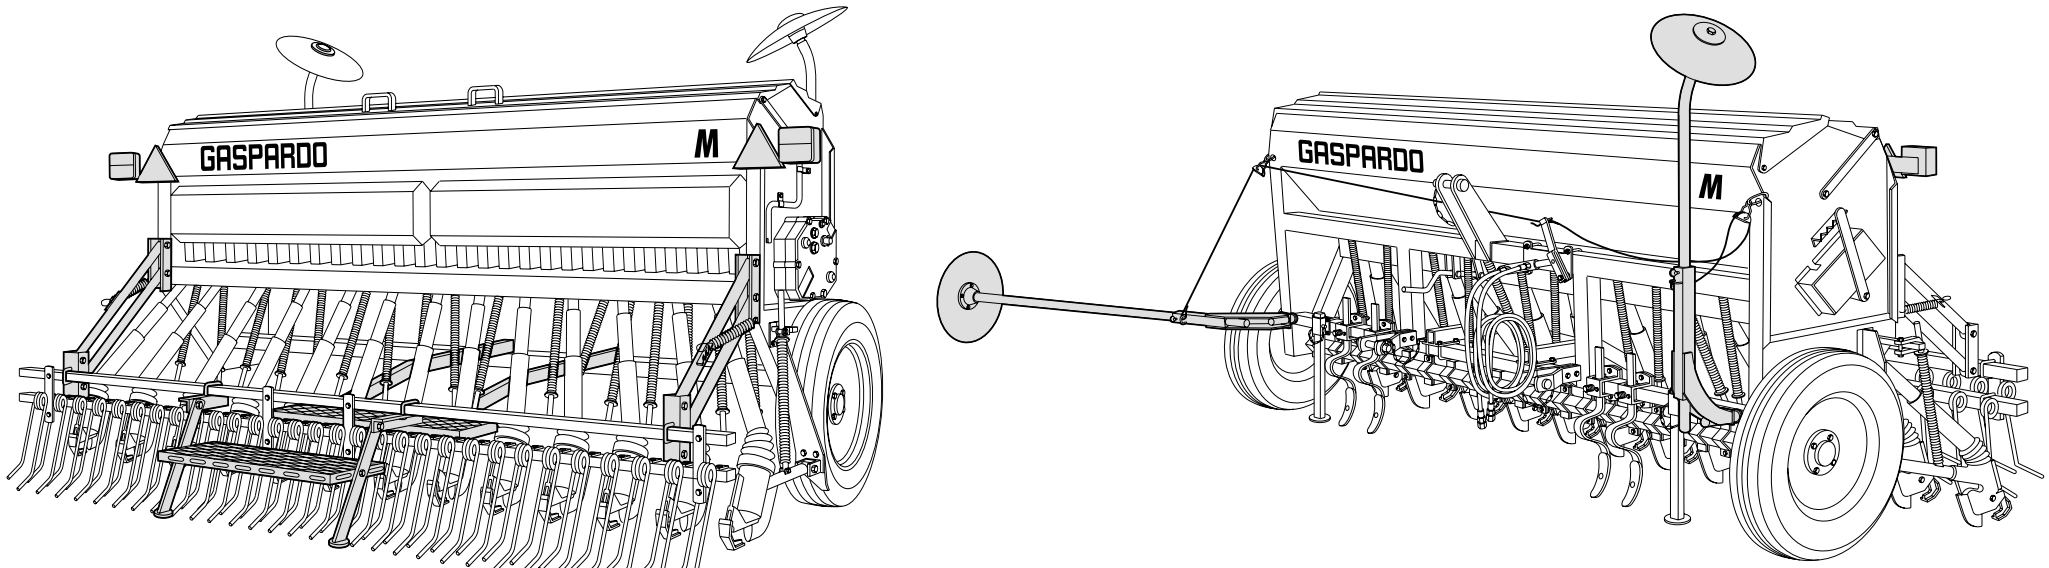

Fig. 3
Per ragioni connesse al trasporto, l'erpice copriseme, il gruppo segnalazione ottica posteriore, le pedane di carico ed i dischi marcafile non sono montati. Provvedere alla loro installazione (Fig. 3) prima di utilizzare la seminatrice.
*For transport reasons, the seed covering harrow, the rear indicator light units, the loading platforms and the row-marker disks are not fitted. See to their installation (Fig. 3) before using the seeder.*
Aus Gründen des Transports sind weder die Egge, noch die rückwärtigen optischen Warnsignale, Beladebretter, sowie die Scheiben zur Reihenkennzeichnung montiert. Vor Inbetriebnahme der Sämaschine ist daher die Montage dieser Maschinenteile vorzunehmen (Abb. 3)
*Pour le transport, la herse couvreur-graines, le groupe de signalisation optique arrière, les plans de chargement et les disques qui délimitent les rangées ne sont pas montés. Les installer (Fig. 3) avant d'utiliser le semoir.*
Por razones relacionadas con el transporte, no están montados la grada cubresemillas, el grupo de señalización posterior, las plataformas de carga y los discos marcadores de filas. Instálelos (Fig. 3) antes de utilizar la sembradora.